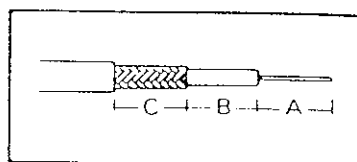

Figure 13
- A. Pour obtenir la longueur de dénudage de la fig. 13, il faut choisir une cassette à deux découpes correspondant à la dimension C.